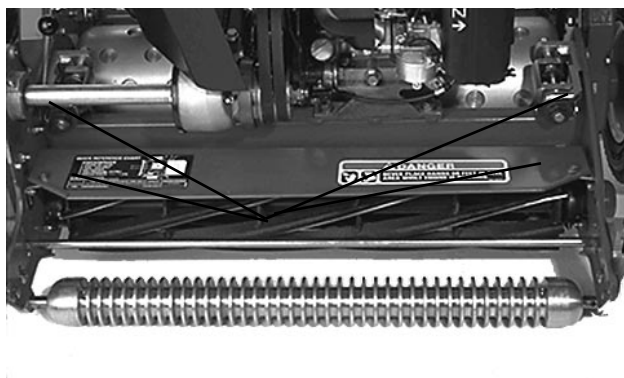
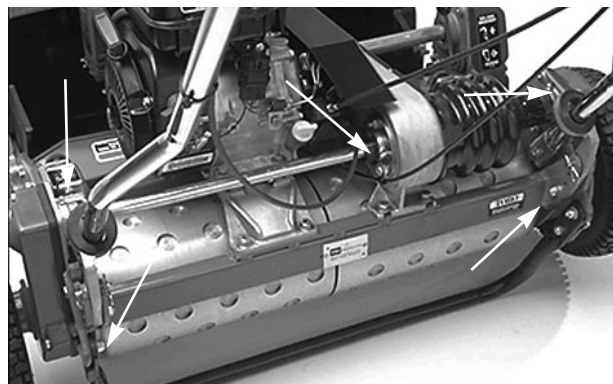

Fig. 17
Fig. 18
2. Os locais onde se encontram acessórios de lubrificação são: (2) no rolo dianteiro (Fig. 17), (2) nos mancais dos carretéis (Fig. 17), (2) nos eixos do tambor (Fig. 18), (3) no diferencial (Fig. 18), (2) nos mancais do contraveio dos carretéis (Fig. 19) e (1) na articulação falsa da correia (Fig. 20).